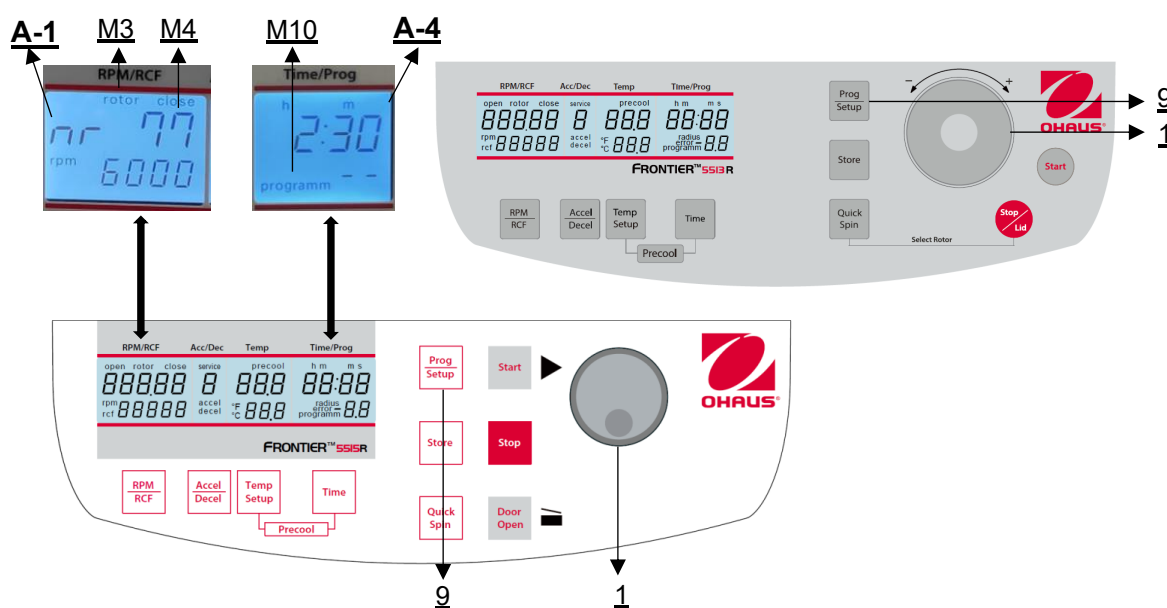

Figure 21
Pour rappeler les programmes mémorisés, appuyer sur la touche **"Prog/Setup"** (9) (voir figure 21) alors que le couvercle est déjà fermé. Dans l'affichage **"Time/Prog"** (A-4), **"program--"** (M10) apparaît. Le numéro de programme souhaité peut être présélectionné à l'aide de la molette (1).
Pour quitter le mode programme, il suffit d'appuyer sur la touche **"Prog/Setup"** (9) (voir Figure 21). Ensuite, à l'intérieur de l'écran
Vous pouvez démarrer la centrifugeuse soit avec la touche **"Start"** (8), soit avec la touche **"Quick Spin"** (6) (voir figure 21). La touche **"Start"** (8) permet de démarrer des cycles mémorisés ou des cycles dont les paramètres sont présélectionnés manuellement. La centrifugeuse s'arrête automatiquement à la fin de la durée de fonctionnement présélectionnée. La touche **"Quick Spin"** (6) permet de démarrer des cycles qui ne durent que quelques secondes.